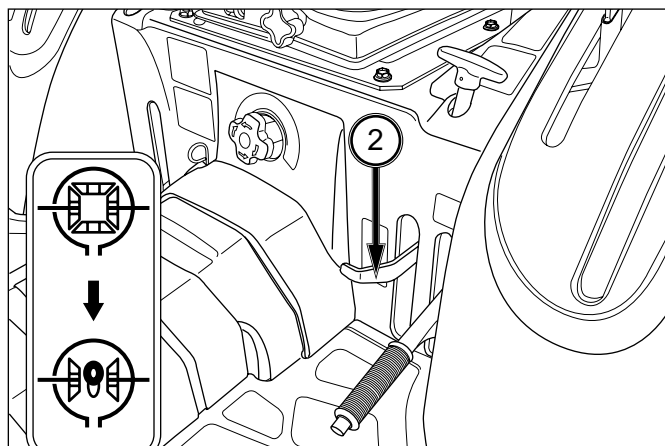

FIG. 5-17
FIG. 5-17: N'enfoncez la pédale de blocage de différentiel (2) que lorsque c'est nécessaire, car la manoeuvrabilité est fortement réduite. Pour engager le blocage de différentiel, enfoncez la pédale d'embrayage et attendez l'arrêt complet de roues arrière. Enfoncez la pédale de blocage et embraquez doucement. Pour débloquer le différentiel, enfoncez la pédale d'embrayage. En principe, la pédale de blocage de différentiel doit revenir en position "déblocage".